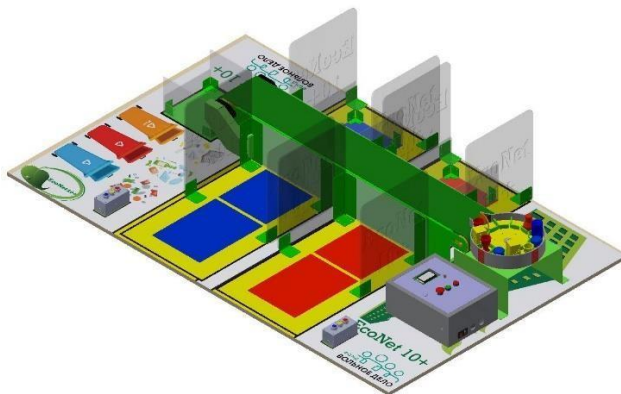

Рис. 5 Позиция зон безопасности роботов для установки роботов на игровое поле
- Полевой судья убирает контейнеры из зоны безопасности роботов (рис. 5);